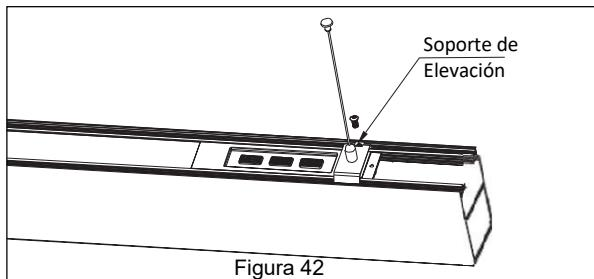

Figura 42
4. Ajusta el soporte de elevación en la lámpara a una posición adecuada para suspender y conectar. *Ver Figura 42.*